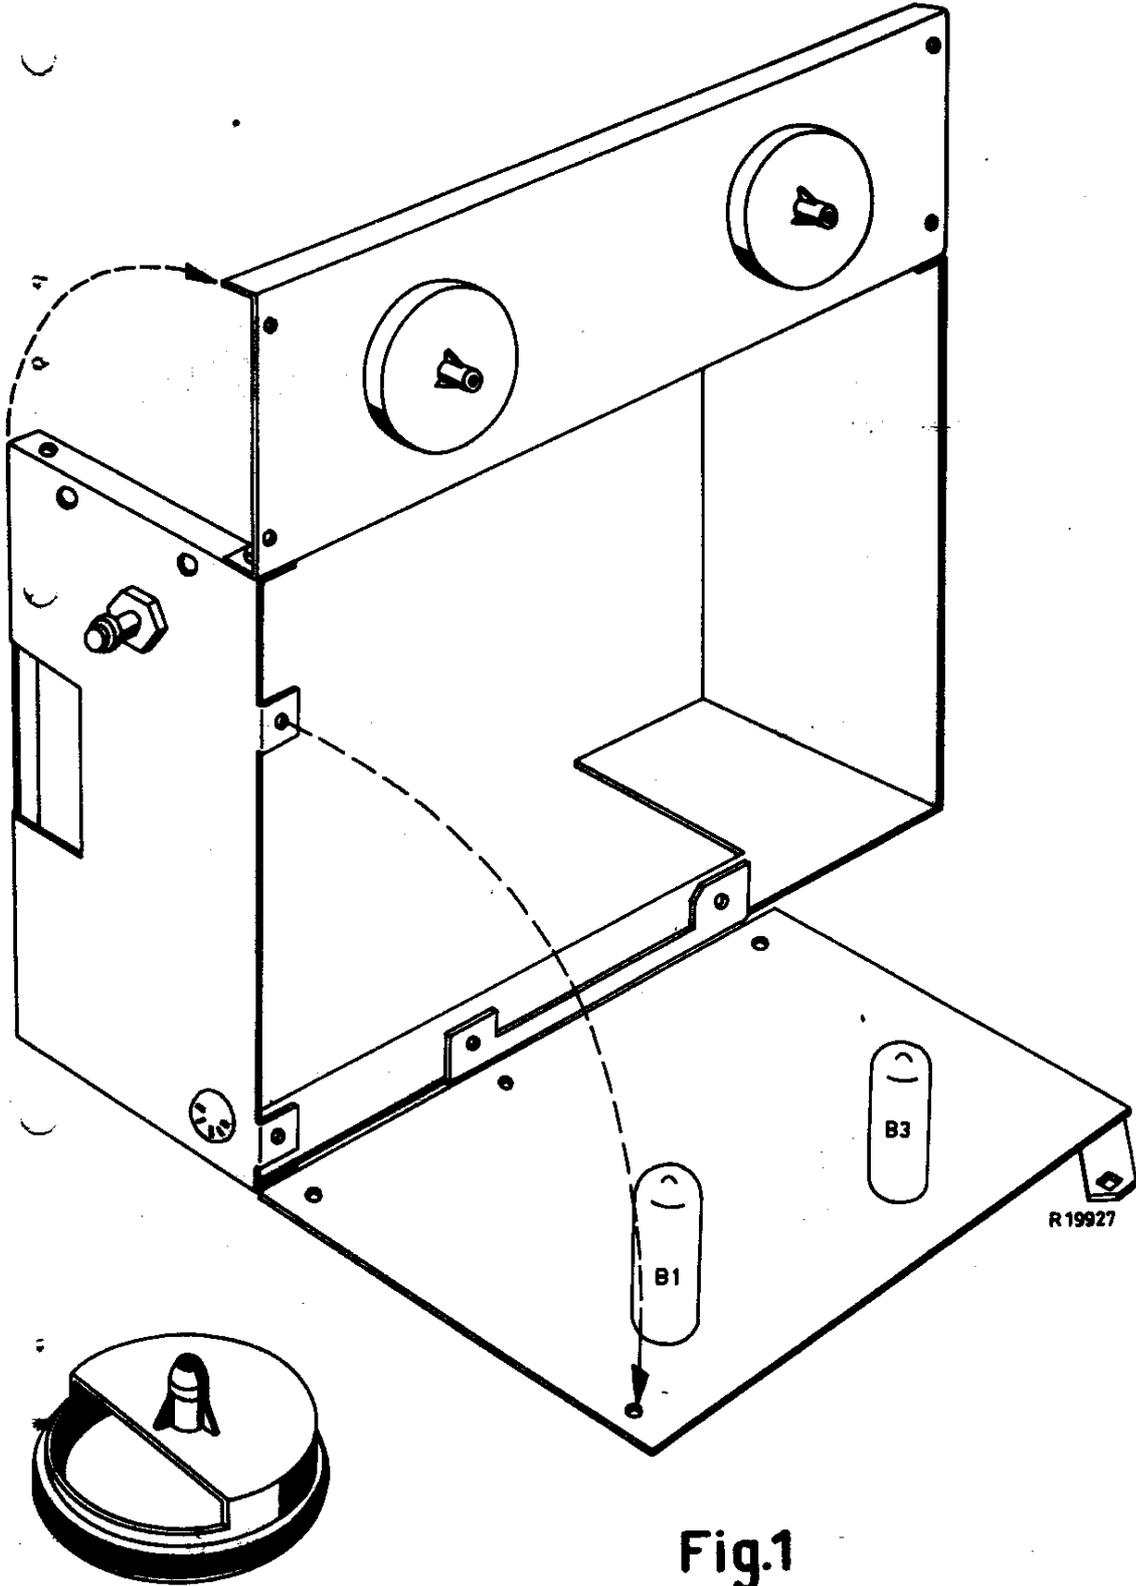

Fig.1
3. Dans la figure 1 un plateau à bobine ouvert avec une scie a été dessiné que peut être fait facilement. A l'aide de celui-ci on peut ajuster et contrôler visuellement les freins et les équerres de freinage.